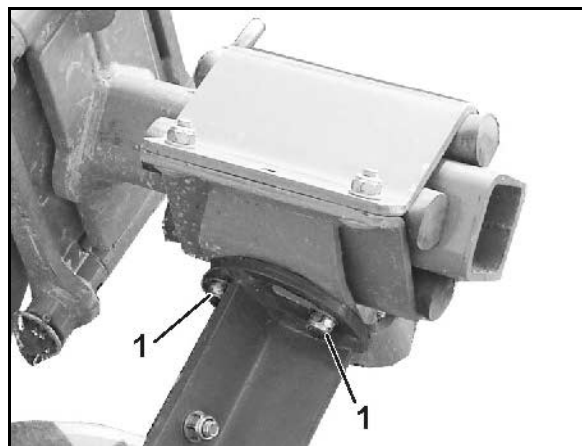

Bild 33
2. Lossa de 3 skruvarna (Bild 33/1).